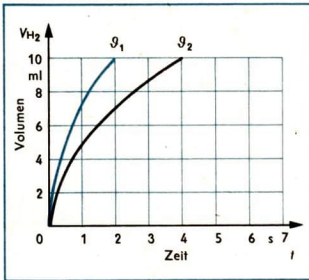

Abb. 36 Abhängigkeit der Reaktionsgeschwindigkeit von der Temperatur, $\vartheta_1 > \vartheta_2$, $C = \text{konst.}$
2. Bestätigen Sie durch Auswerten der Abbildung 36, daß die Reaktionsgeschwindigkeit von der Temperatur abhängt!